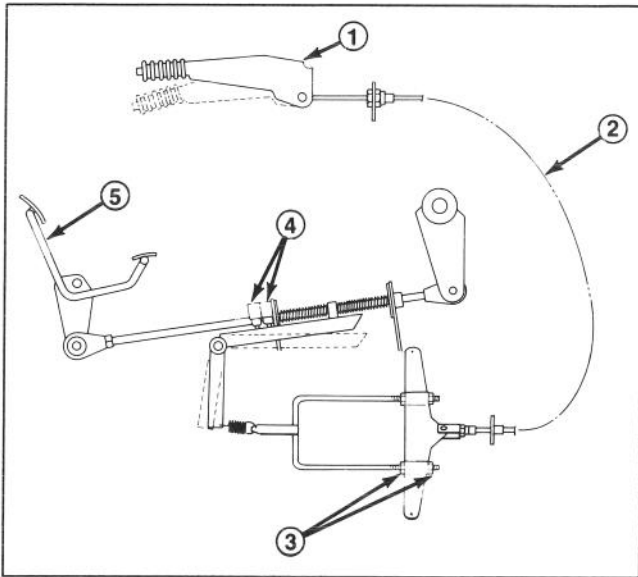

Figure 42
Le câble du frein à main peut se détendre avec le temps, ce qui empêche le moteur de démarrer. Dans ce cas, régler le câble (Fig. 42).
4. Régler uniformément les quatre écrous des supports en U (Fig. 42) de façon à tendre le ressort. Le réglage affecte le fonctionnement des commandes de déplacement.
5. Régler les quatre écrous des supports en U (Fig. 42) pour que le moteur démarre et tourne lorsque le frein à main atteint le quatrième déclic, mais qu'il ne démarre pas et ne tourne pas au deuxième.